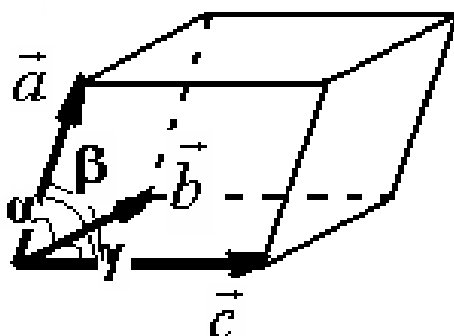

Рис. 63
а) Элементарная ячейка – минимальный объем, повторением которого можно получить весь кристалл (рис. 63). Ребра  $\vec{a}, \vec{b}, \vec{c}$  и углы между гранями  $\alpha, \beta, \gamma$  – параметры элементарной ячейки. Ячейка бывает простая (P) – атомы располагаются только в узлах решетки, и сложная: объемноцентрированная (J) – еще один атом в центре ячейки, гранецентрированная (F) – на гранях, и базоцентрированная (C) – на верхней и нижней гранях.